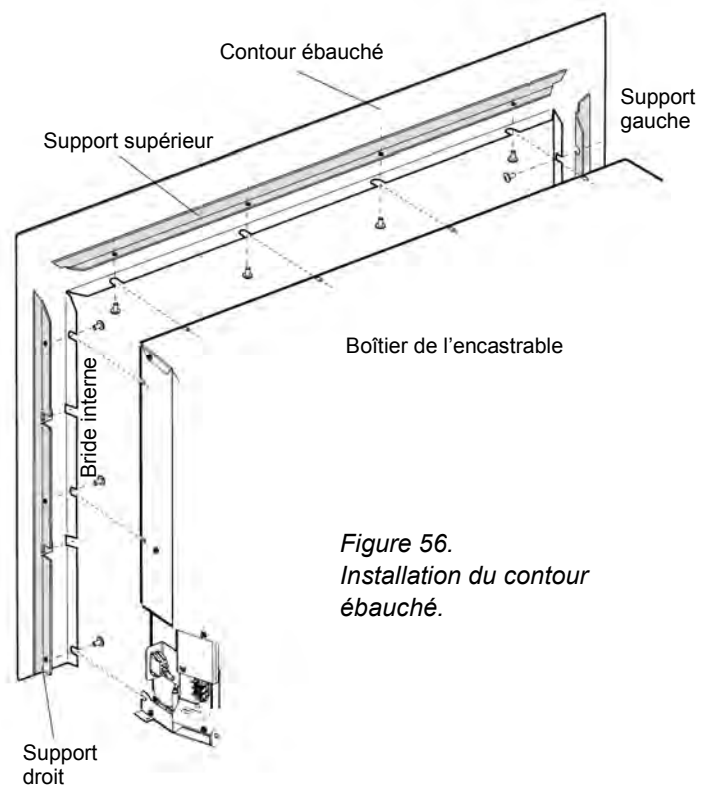

Figure 56.
2. Attachez au boîtier de l'encastrable les trois supports de contour cachés, sans les serrer, en utilisant les dix vis à tête Phillips M6 x 8 mm, tel que montré à la Fig. 56.
1. Attachez chaque support en utilisant les 10 vis à tête bombée Phillips M6 x 8 mm, tel que montré à la fig. 56.